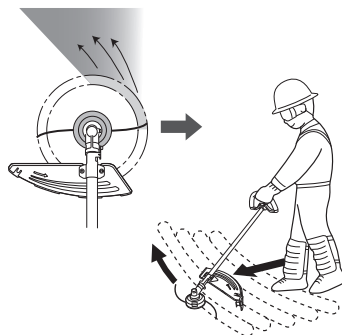

Fig. 21
- Corte la hierba de izquierda a derecha. La hierba cortada se descargará lejos del cuerpo, reduciendo así al mínimo el contacto con la ropa. (Fig. 21)